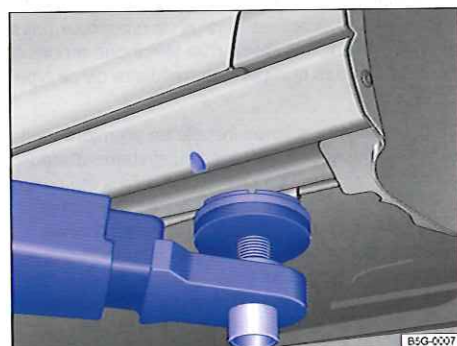

Fig. 223 Point de prise à l'avant pour le levage du véhicule avec le pont élévateur ou le cric
Le véhicule ne doit être soulevé qu'aux points de prise indiqués sur les figures \Rightarrow fig. 223 et \Rightarrow fig. 224. Si le véhicule n'est pas soulevé aux points de prise indiqués sur les figures, il peut s'en suivre des dommages sur le véhicule \Rightarrow  ainsi que des blessures graves \Rightarrow .
- Ne soulevez le véhicule qu'aux points indiqués sur les figures \Rightarrow fig. 223 et \Rightarrow fig. 224. Si le véhicule n'est pas soulevé aux points de prise indiqués, il peut tomber du pont élévateur, par ex. lors de la dépose du moteur ou de la boîte de vitesses.